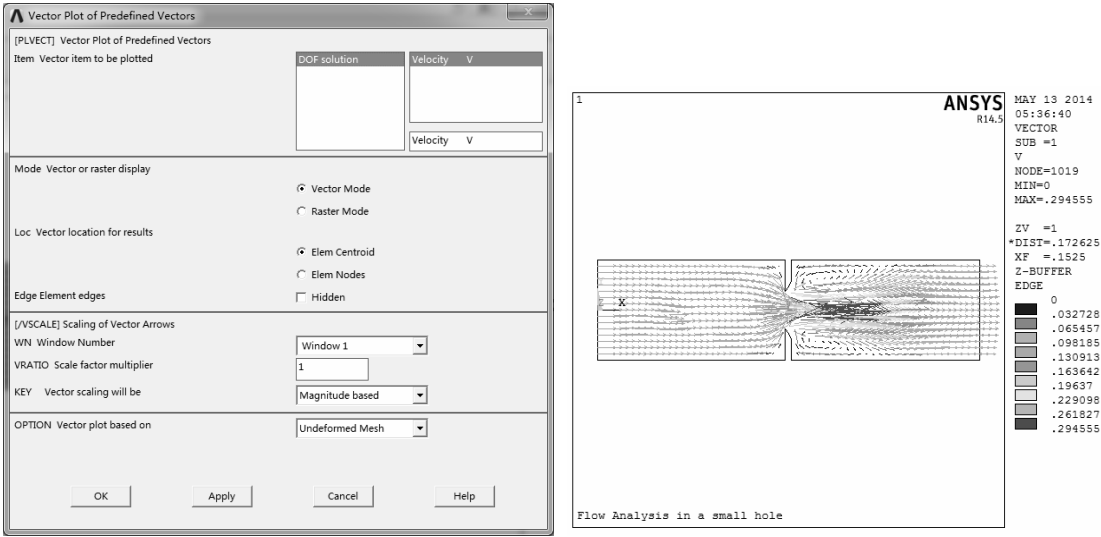

图 10-38 流场速度分布图
2) 绘制流场速度分布图。选择 “Main Menu>General PostProc>Plot Results>Vector>Predefined” 命令，弹出 “Vector Plot of Predefined Vectors” 对话框，选择 “DOF solution>Velocity V” 选项，单击 “OK” 按钮绘制流场分布图，如图 10-38 所示。